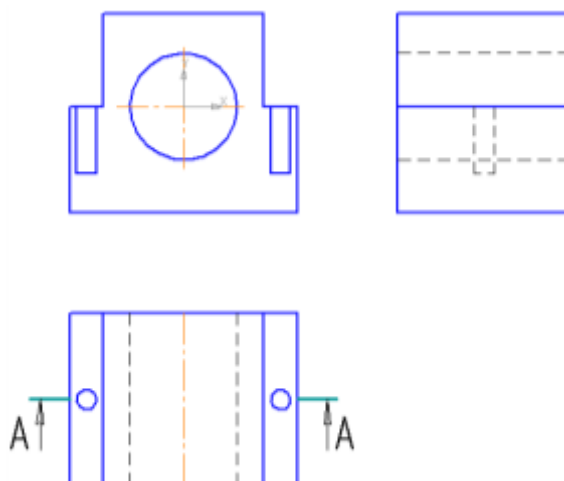

Рис. 17.11
- аналогичным образом измените стиль всех штриховых линий боковых отверстий (рис. 17.11);